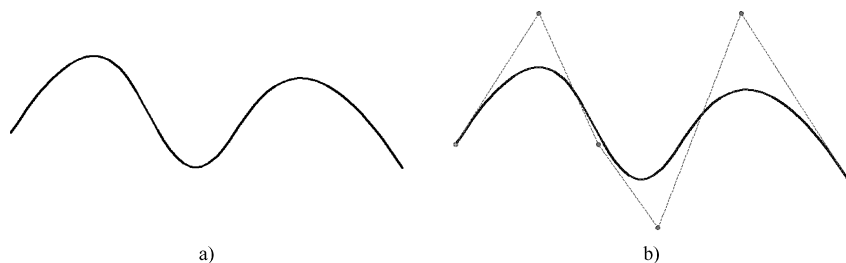

图 6-7 样条曲线被选后的控制点显示情况
- “选择样条曲线”：选择需要编辑的样条曲线。被选样条曲线显示出控制点，如图6-7所示。